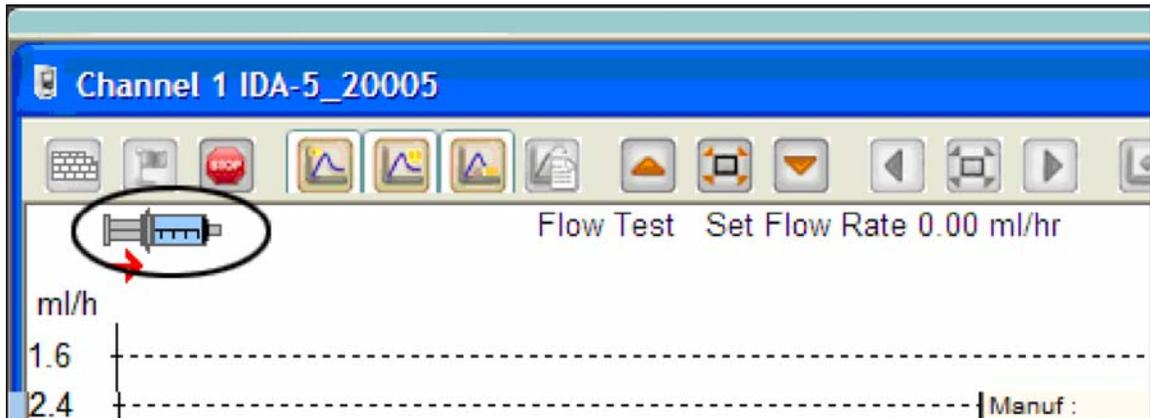

图 4. 激活指示器
- 填写测试数据并单击 **OK**（确定）。注射器符号（请参阅图 4）表示需要进行激活。